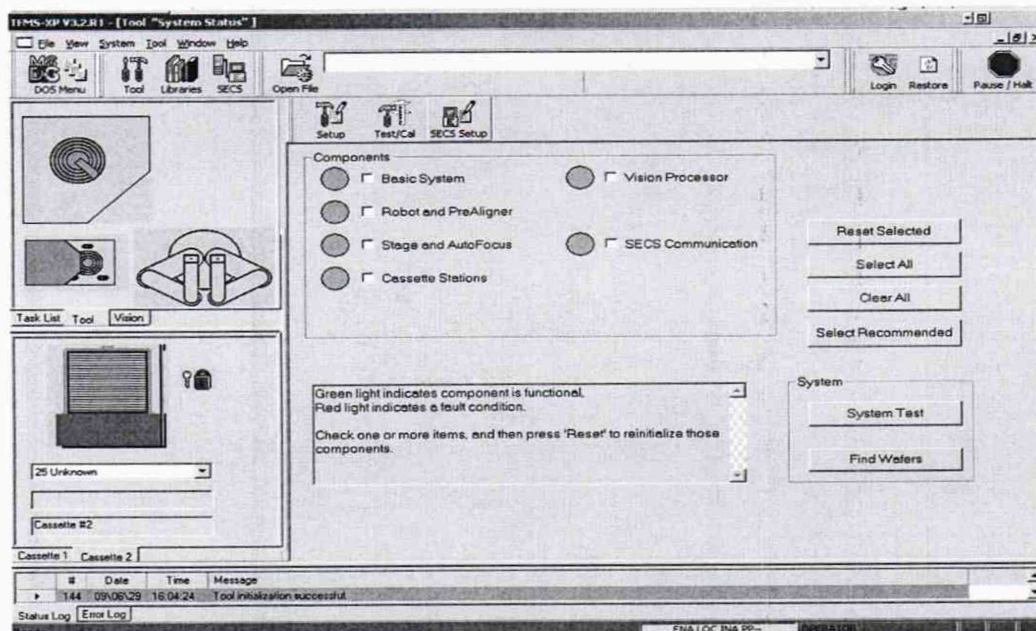
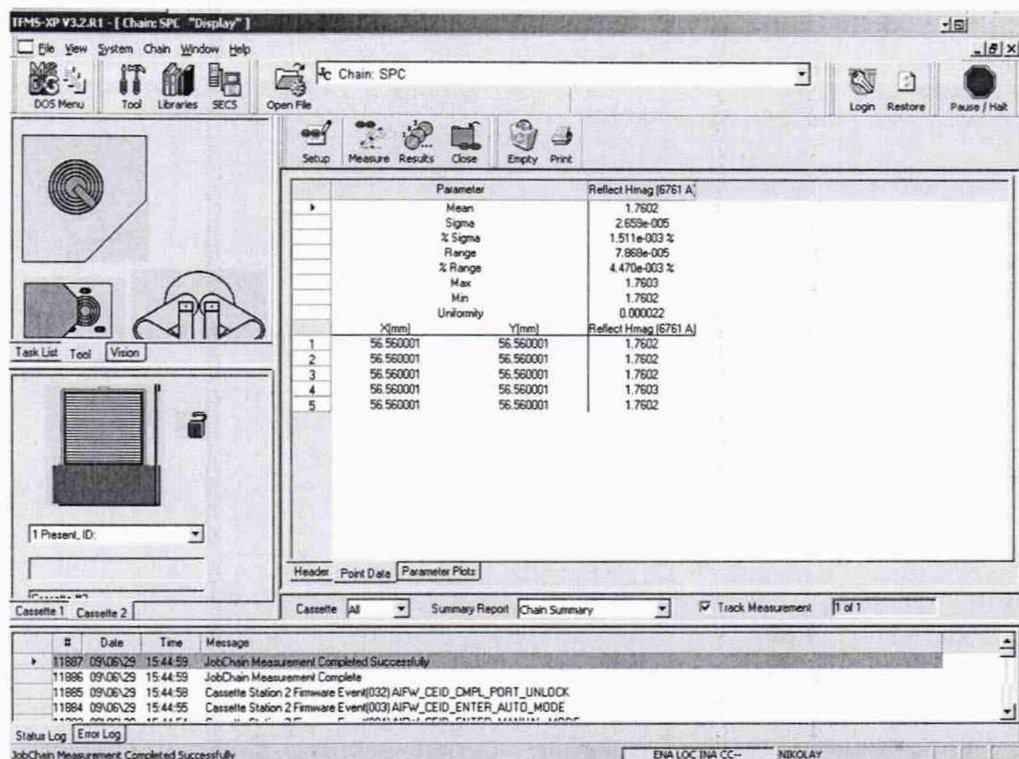
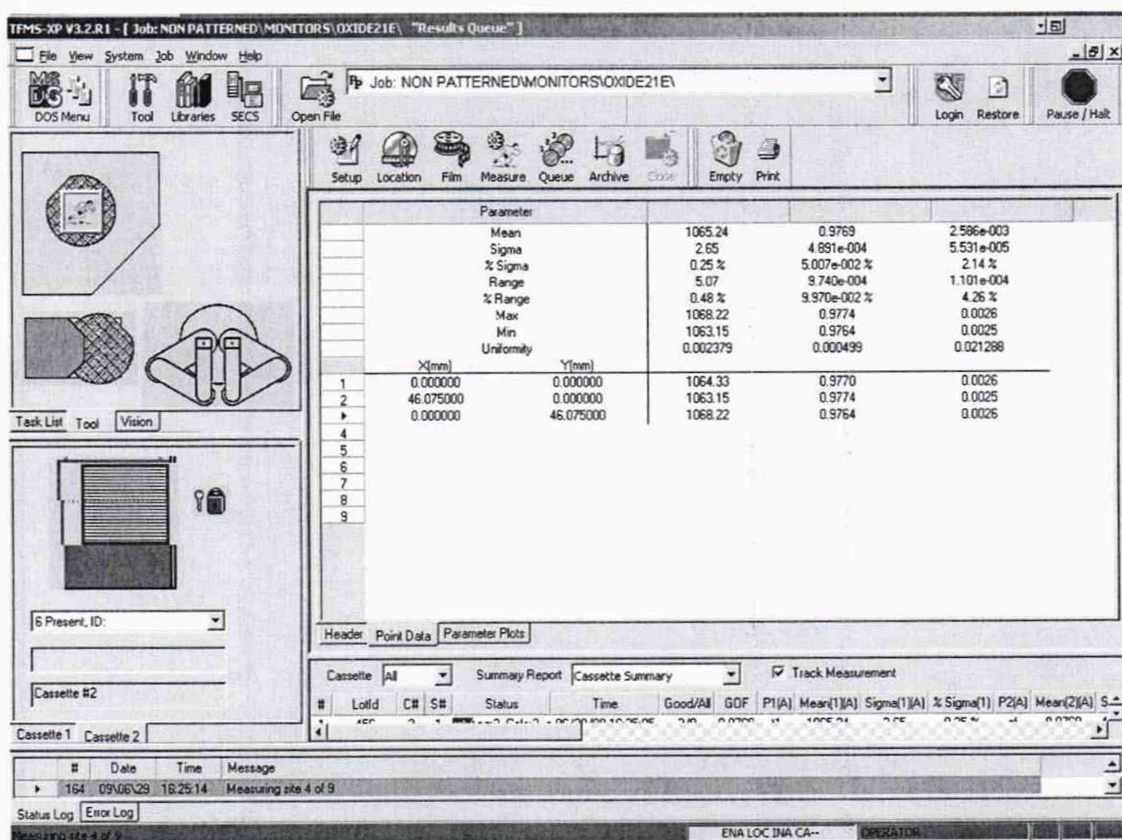
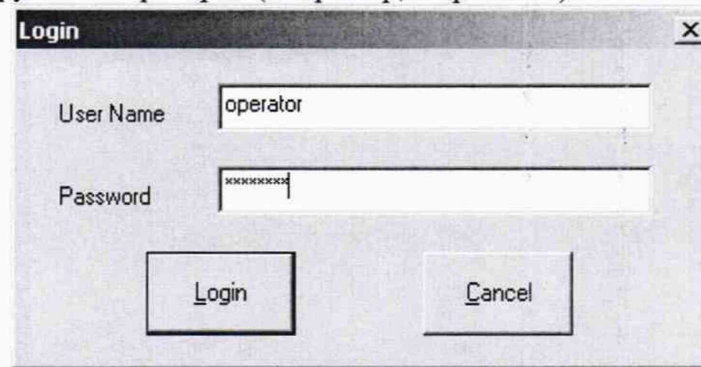

Рисунок 1
Рисунок 2
Рисунок 3
Рисунок 4
8.4 Убедитесь, что установка включена: на экране монитора - главное меню установки (рисунок 1 или рисунок 2).
8.5.2 Если занят хотя бы один порт загрузки, проверьте пиктограммы кассет на вкладках Cassette 1 и Cassette 2 главного меню (рисунок 3), для чего нажмите мышкой ярлыки соответствующих вкладок.
8.7.1. В главном меню (рисунок 2 или 3), нажмите кнопку «Login», появится окно диалога (рисунок 4).
8.7.3. В главном меню (рисунок 2 или рисунок 3), нажмите кнопку «Open File», откроется окно «Open Job File» (рисунок 5а, б). В директории «M_Nonpatterned» находятся рецепты для пластин без рисунка: мониторинговые и для выполнения QT по участкам. В директории «M_patterned» находятся рецепты для продуктовых пластин с рисунком, рецепты сгруппированы в папках с номерами кристаллов.